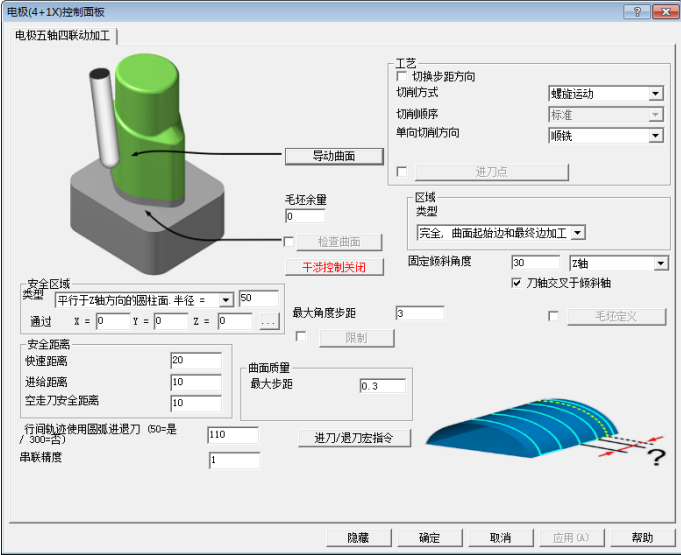

图 5-22 “电极（4+1X）控制面板”对话框（2）
3) 单击“刀路轨迹”后的“进入”按钮，弹出“电极（4+1X）控制面板”对话框（2），设置相关参数如图 5-22 所示。